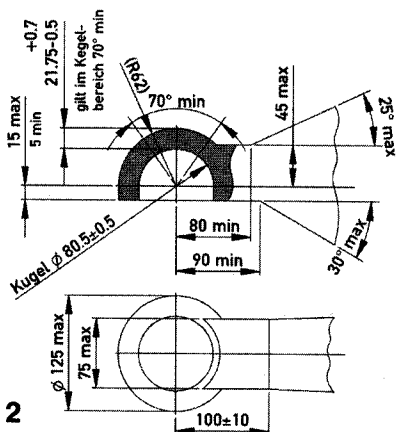

Abb. 2
- nur zur Verbindung mit Zugvorrichtung Kugel 80 (s. Abb. 2) (Gewährleistung der notwendigen Schwenkwinkel) – ISO-Norm 24347 in Vorbereitung
Genehmigt nur für Zugkugelkupplungen (Abb. 2) ABG-Nr.: M 9614, M 9615, M 9622, M 9625, M 9679, M 9680, M 9685